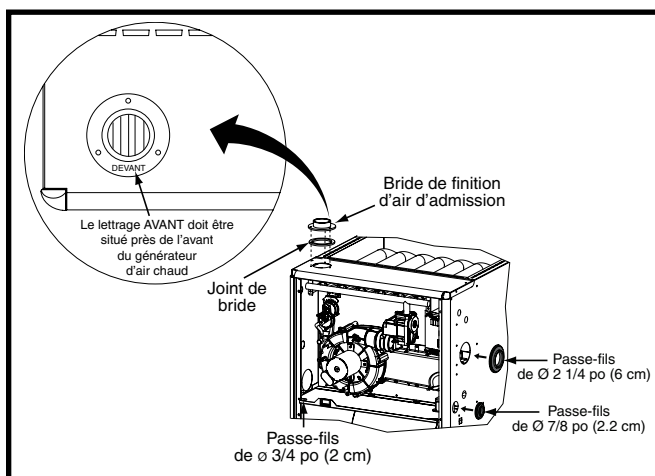
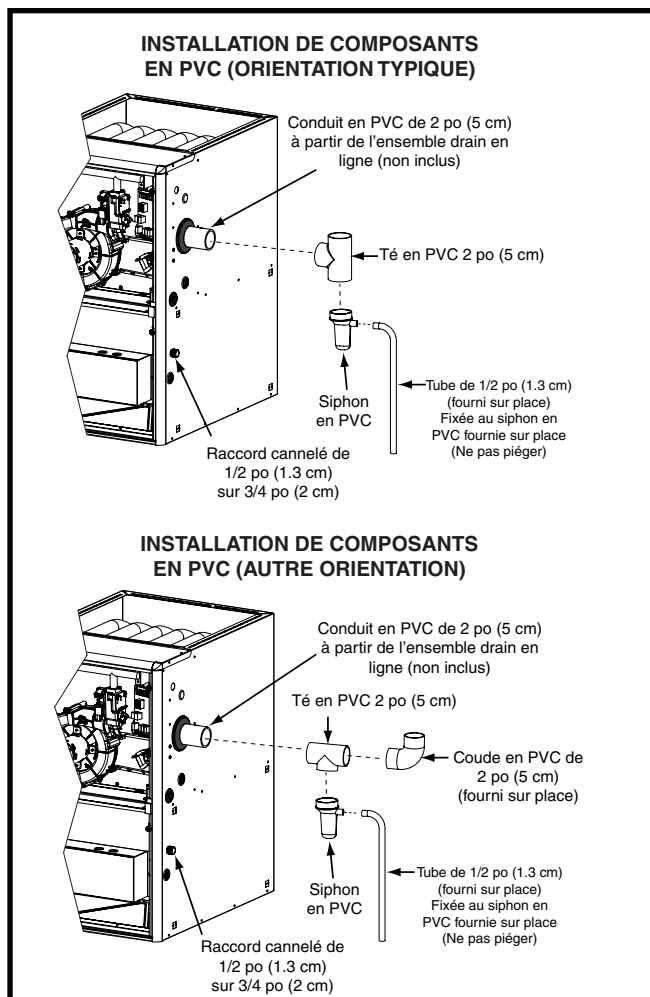

Figure 14. Bride de finition et passe-fils en caoutchouc
Figure 15. Composants en PVC
Les composants illustrés à la Figure 14 et à la Figure 15 sont inclus dans le sac de pièces supplémentaires fourni avec les générateurs d'air chaud \*TC Selon le type d'installation, certains de ces composants sont facultatifs et peuvent ne pas être utilisés. Veuillez vous reporter aux descriptions et aux figures d'accompagnement pour installer ces éléments.
2. Placer la bride de finition sur le dessus du joint d'étanchéité de bride. **REMARQUE :** S'assurer que la bride est bien orientée de façon à ce que le lettrage AVANT soit situé à proximité de l'avant du générateur d'air chaud, comme indiqué à la Figure 14.
Le passe-fils en caoutchouc de 2 1/4 po (5,7 cm) est utilisé pour assurer l'étanchéité de l'ouverture entre l'armoïre du générateur d'air chaud et le conduit d'évent en PVC de 2 po (5 cm). Il faut installer le passe-fils en caoutchouc dans le trou de 3 po (7,6 cm) avant de sortir le conduit d'évent de l'armoïre. Aucun produit d'étanchéité n'est requis. Consulter la Figure 14.
- Le conduit en PVC de 2 po (5 cm) illustré à la Figure 15 n'est pas fourni dans le sac de pièces supplémentaires.
Le té et le siphon en PVC de 2 po (5 cm) sont utilisés lorsque l'inducteur est orienté pour faire sortir l'évent du côté gauche ou du côté droit de l'armoïre du générateur d'air chaud. Consulter la Figure 15.
1. Installer le té en PVC à la verticale sur le conduit d'évent de 2 po (5 cm) qui sort par le côté de l'armoïre. Coller les deux éléments ensemble de façon permanente au moyen de l'apprêt et de la colle appropriés. Se reporter à l'orientation typique illustrée à la Figure 15.
1. Installer le té en PVC à l'horizontale sur le conduit d'évén de 2 po (5 cm) qui sort par le côté de l'armoire. Coller les deux éléments ensemble de façon permanente au moyen de l'apprêt et de la colle appropriés. Se reporter à l'autre orientation illustrée à la Figure 15.